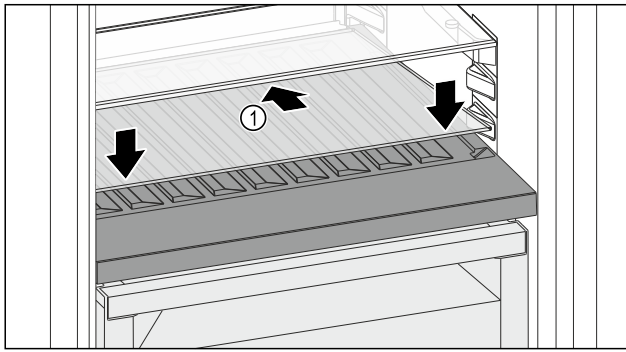

Fig. 105
- Glasplatte Fig. 105 (1) schräg und nach hinten unten geneigt ansetzen.
- Glasplatte Fig. 105 (1) vorne absenken.